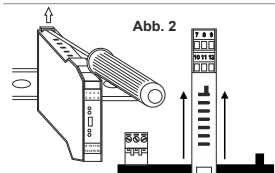

Abb. 2
- 1) Verschieben Sie die beiden Haken auf der Rückseite des Moduls nach außen, wie auf **Abb. 2** gezeigt.
Wie dargestellt auf **Abb. 2**: